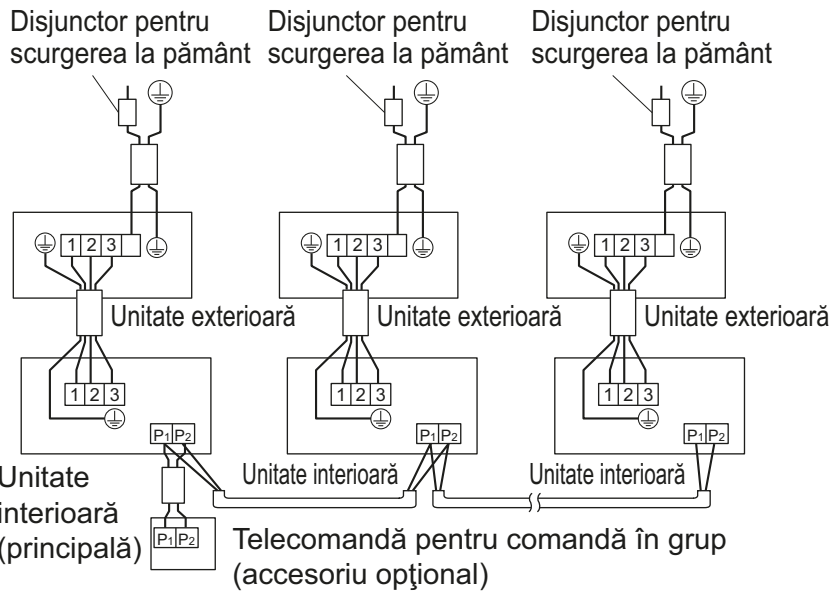

Fig. 35
- **Control de grup:** 1 telecomandă controlează până la 16 unități interioare (Toate unitățile interioare funcționează în conformitate cu telecomanda). (Consultați Fig. 35)
- (1) Scoateți capacul cutiei de control. (Consultați "9. CUM SE CONECTEAZĂ CABLURILE ȘI EXEMPLU DE CABLARE".)
- (2) Pozați încrucișat între bornele (P1, P2) din interiorul cutiei de comandă pentru telecomandă. (Nu există polaritate.) (Consultați Fig. 35 și Tabelul 3)